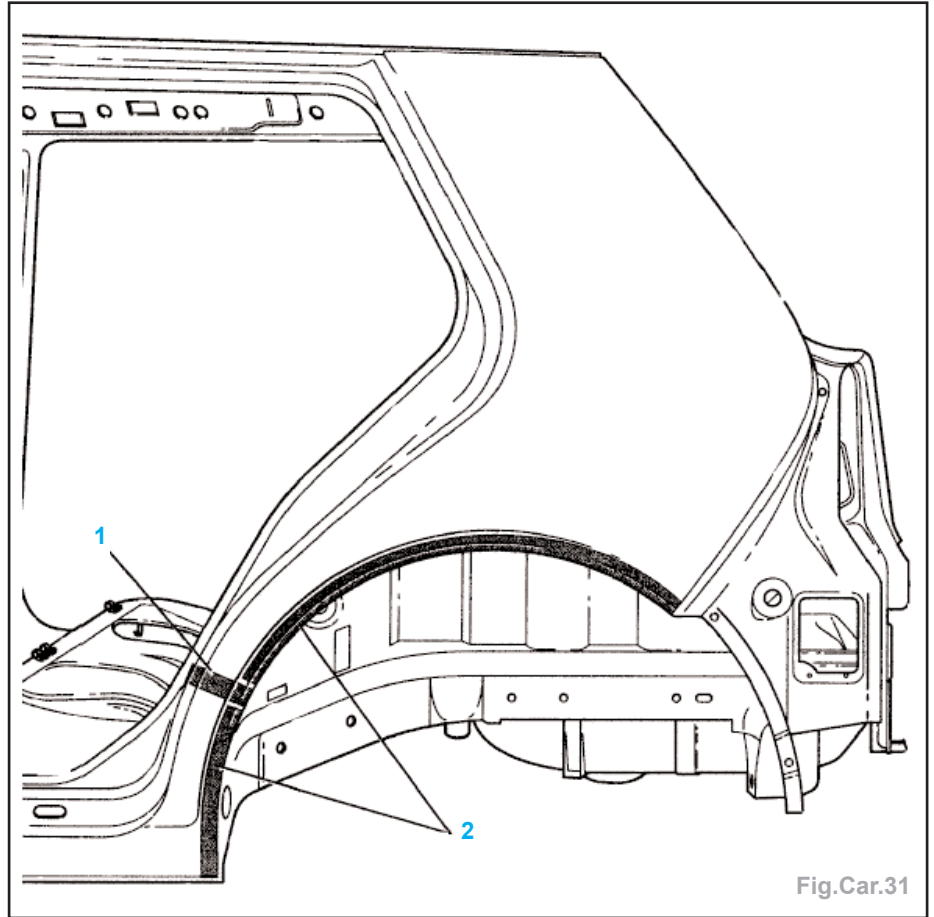

Fig.Car.31
- 1 - Zone remplie de mousse (Fig.Car.31).
- 2 - Zone collée (Fig.Car.31).